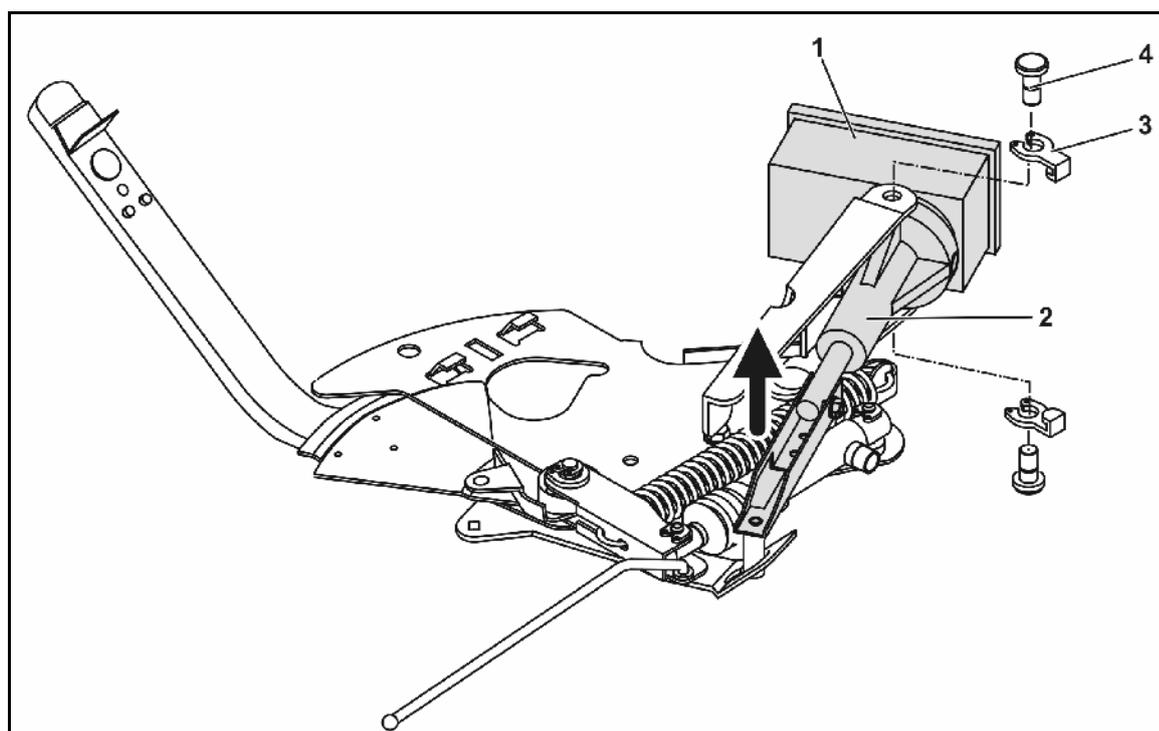

Fig. 65
1. Retirar ambos os cliques de segurança (Fig. 65/3) com o alicate de protecção.
2. Extrair ambas as cavilhas articuladas (Fig. 65/4).
3. Retirar o servomotor (Fig. 65/1) da consola do motor.
4. Levantar o servomotor e desengatar a barra de impulsão (Fig. 65/2) da união de encaixe da corredeira de dosagem.
Fixar a barra de impulsão desengatada (Fig. 65/2) com meios auxiliares para impedir que oscilem para a área de trabalho do cilindro hidráulico.